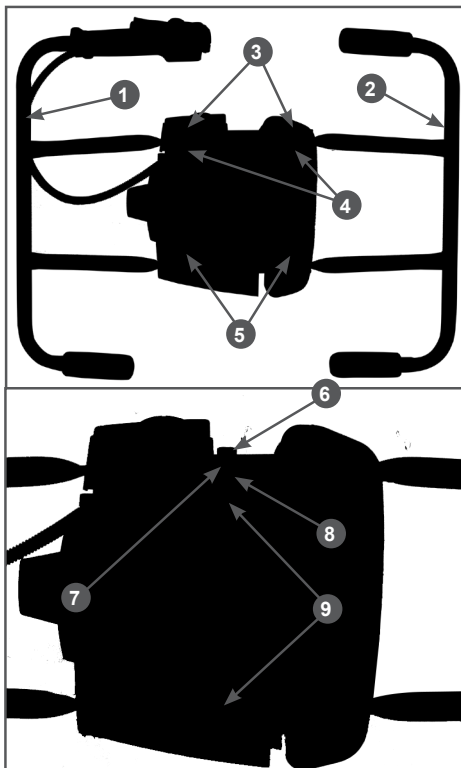

Рис. 2 Закрепление рукояток на раме редуктора
3. Переверните мотобур и осторожно поставьте на горизонтальную поверхность, как показано на Рис.2.
4. Закрепите рукоятки 1,2 на раме. Для этого необходимо совместить отверстия на краю рамы редуктора 3 и отверстия 4 на рукоятке. Соединить их короткими болтами, шайбами и гайками 5, не затягивая до конца (Рис.2).
5. Соедините обе рукоятки между собой и закрепите их на раме редуктора. Для этого необходимо совместить отверстия в середине рамы редуктора 6 и концевые отверстия на рукоятках 7,8. Соедините их длинными болтами, шайбами и гайками 9, не затягивая до конца (Рис. 2).